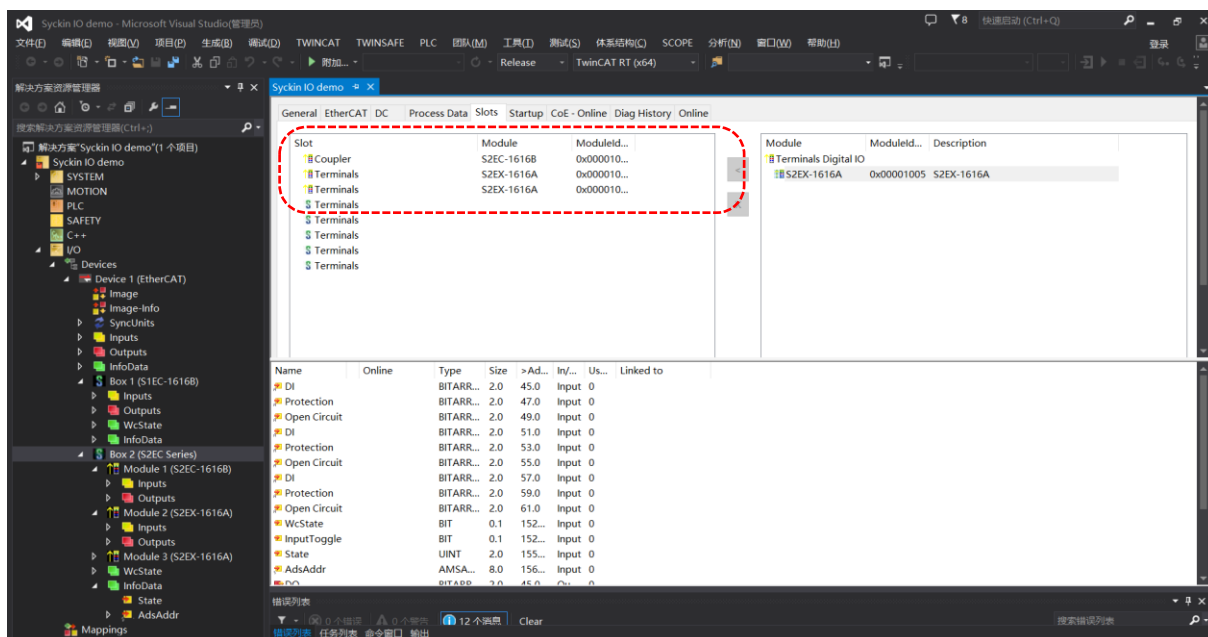

图 3.80
若选择 S2 系列可扩展 I/O，配置完耦合器模块后再配置扩展模块，配置完成后如图 3.80
► **温馨提示:** 由于 S 系列智能 I/O 是耦合器模块自带 I/O 点数, 因此第 1 槽位插入耦合器模块 I/O (如图 3.80 S2EC-1616B), 第 2 槽位开始插入扩展模块 I/O (如图 3.80 S2EX-1616A)。